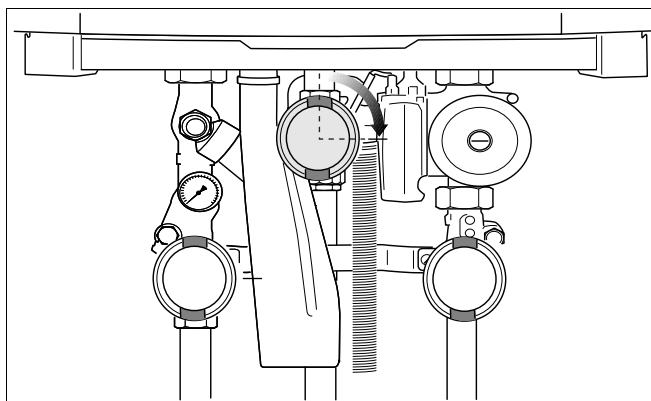

Рис. 78 Закрытие крана подачи газа
- Закрыть кран подачи газа (рис. 78).
- Закрывать кран подачи газа (рис. 78).